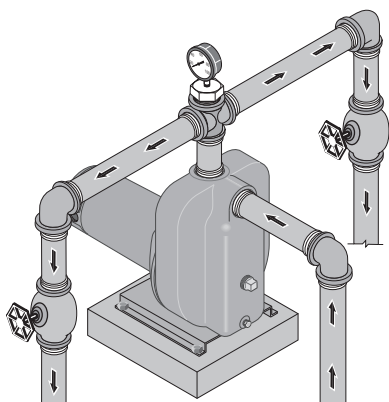

FIGURA 3 - DESCARGA MÚLTIPLE
La bomba está diseñada para un estanque, cisterna o lanzas. La descarga de la bomba puede dividirse para suministrar agua a dos (2) o más sistemas de aspersores. Un sistema de descarga de servicio múltiple recomendado se muestra en la Figura 3.